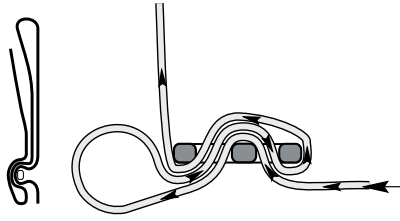

Bild 4
- Die Schultergurte (1) werden an den oberen beiden Schlingen (Punkte A) des umlaufenden Seils befestigt (Bild 2, 5). Die Befestigung erfolgt mittels „Durchschlaufen“ (Bild 4).